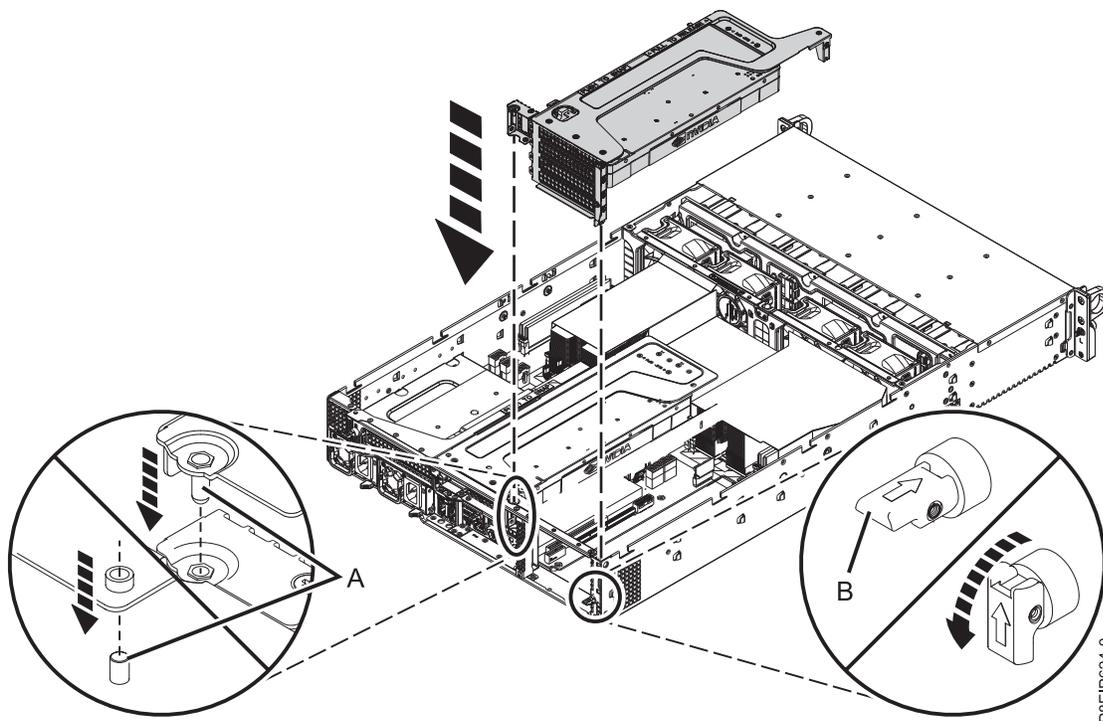

Figure 28. Insertion de l'unité de traitement graphique et du connecteur de bus
- h. Insérez l'unité de traitement graphique et le connecteur de bus PCIe comme indiqué dans la figure 28, à la page 31.